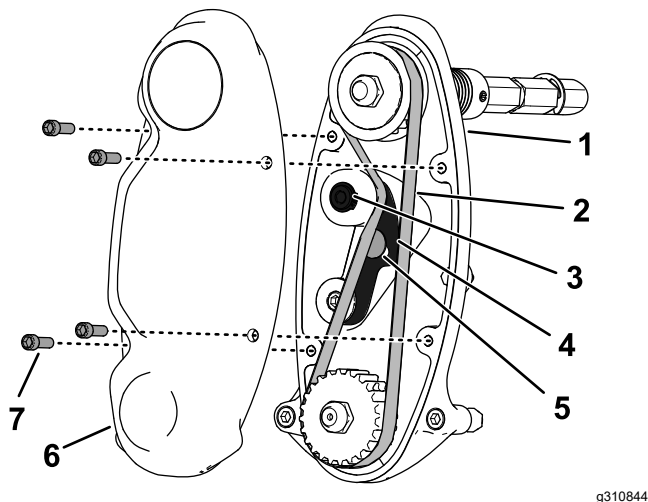

図 15
3. ビーム型トルクレンチを使って、上部アイドルアーム内部ネジに67 N·m (0.650.76 kg·m) の力を加える (図 15)。